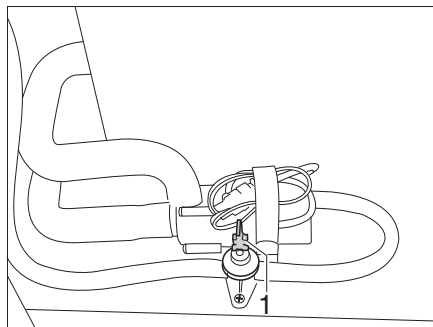

Fig. 220 Llave de desagüe
- Abrir todas las llaves de desagüe. Colocar para ello el balancín (Fig. 220,1) en posición vertical.